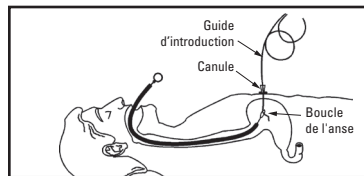

Figure 5
- Faire passer l'extrémité en boucle du guide d'introduction au travers de la canule jusqu'à atteindre l'estomac (figure 5).